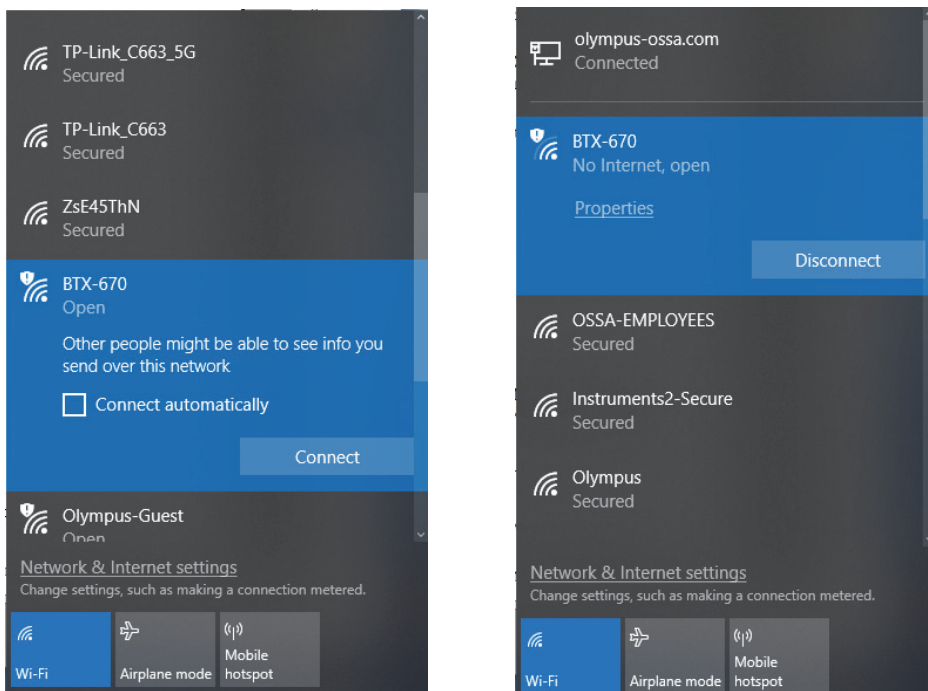

Рис. 4-8 ВТХ III — Выбор сети (слева) и подключение к сети (справа)
2. Подключение ПК к анализатору ВТХ III (см. Рис. 4-8 на стр. 69).